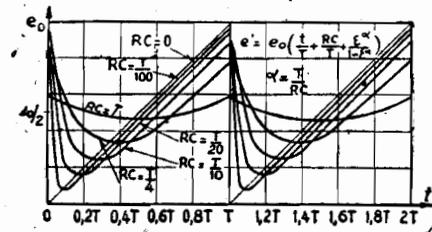

Figure XXV-9
Pour la pratique, seules les formules (11) et (12) sont à retenir (1). Les figures XXV-9 et XXV-10 représentent e' et e'' en fonction du temps t .
Nous avons étudié au début de ce chapitre la variation des tensions e' et e'' et montré par les courbes des figures XXV-9 et XXV-10 la déformation de la dent de scie pour différentes valeurs de T/RC .
La figure XXV-9 montre deux périodes de la tension e' , qui se trouve aux bornes de C.